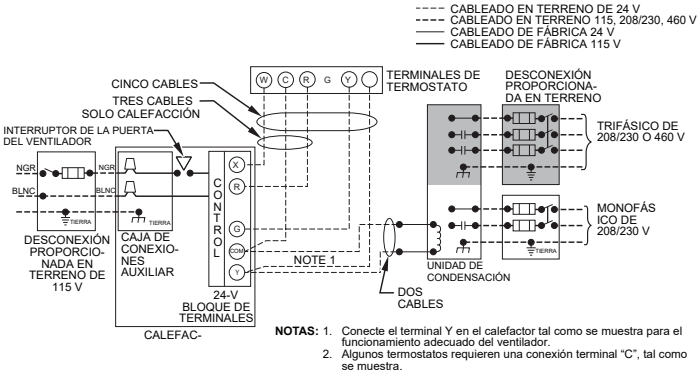
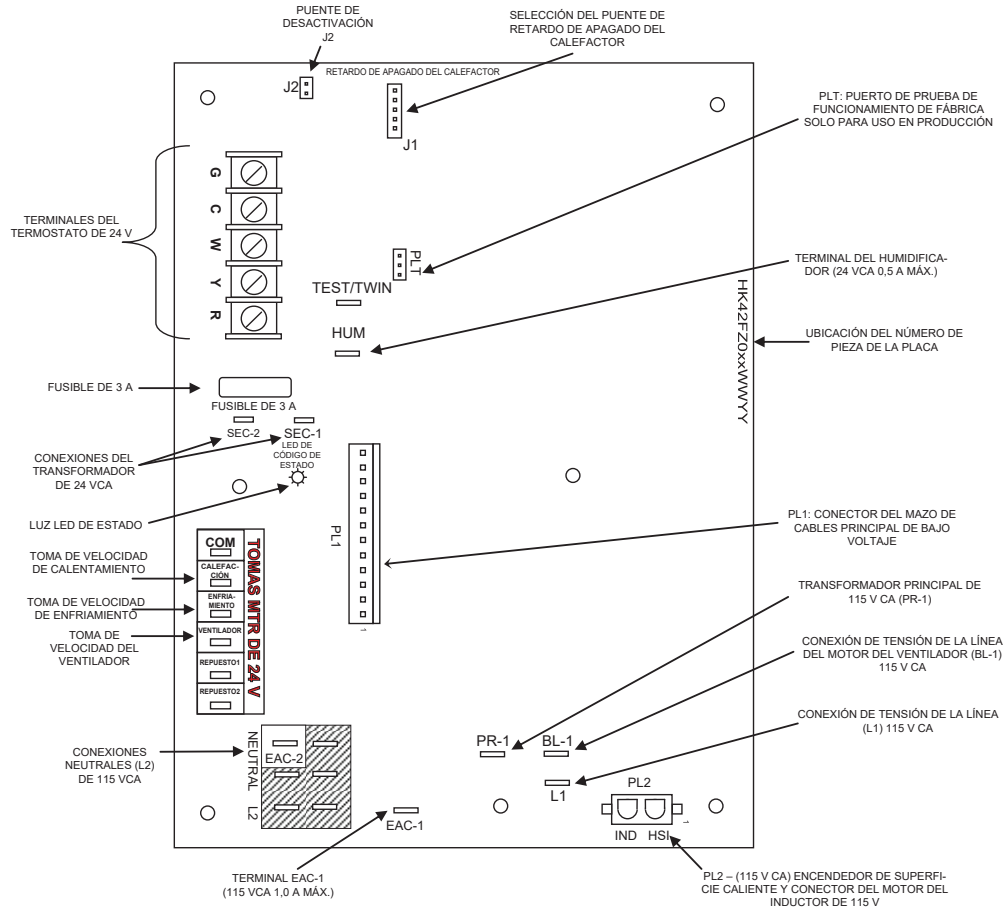

Fig. 33 – Diagrama de cableado monofásico típico
Fig. 37 – Ejemplo de control monofásico del calefactor
Consulte Fig. 33 para ver un diagrama eléctrico en terreno que muestra un cableado en terreno de 115 V típico. Compruebe que todas las conexiones de fábrica y realizadas sobre el terreno estén bien apretadas.
- Conecte los cables de alimentación y neutro a los cables de alimentación del calefactor como se muestra en la Fig. 33.
- Conecte los cables de alimentación y neutro del sitio a los cables de alimentación del calefactor como se muestra en la Fig. 33.
Establezca las conexiones de 24 V in situ a la tira de terminales de 24 V. Consulte la Fig. 37. Conecte el terminal Y como se muestra en Fig. 33 para una función de enfriamiento adecuada. Utilice exclusivamente cable para termostato de cobre AWG número 18 con código de color.
El circuito de 24 V tiene un fusible de 3 A para automóvil situado en el control. Cualquier cortocircuito durante la instalación, el servicio o mantenimiento podría hacer saltar este fusible. Si hace falta reemplazar el fusible, utilice SOLO un fusible de 3 A de tamaño idéntico. Consulte la Fig. 37.
Accesorios (consulte Fig. 37.)